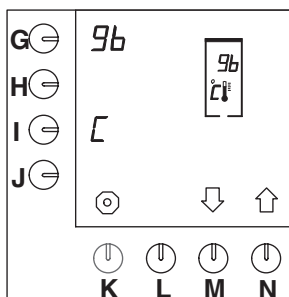

Fig. 40 Inställning temperatur
- Tryck, när du har fört in chefskoden, 3 gånger på valtangenten (N.)↑ tills fig. 40 visas på displayen.